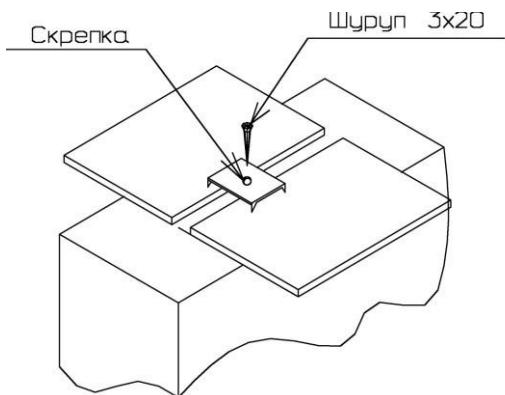
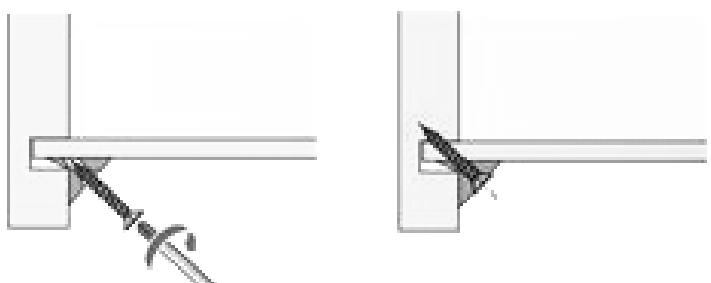

Рис. 3
Рис. 4
Установить задние стенки внакладку, согласно схеме сборки. Закрепить их шурупами 3x20мм к боковым стенкам и нижнему щиту, и саморезами 3,5x16мм к задней стенке (35) и задней планке (36). На кромке горизонтального щита (34) стыки задних стенок закрепить скрепками (рис. 3).
Закрепить задние стенки с помощью уголков с шурупами к боковым стенкам, равномерно распределив их по высоте (рис. 4), и саморезами 3,5x16мм к задним планкам (24). На кромках горизонтальных щитов (23) стыки задних стенок закрепить скрепками (рис. 3).